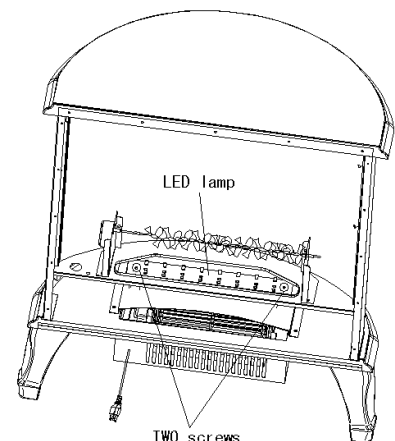

Fig. 2
- Retirer les lampes LED et les remplacer par 17V-01 (voir la figure 2)